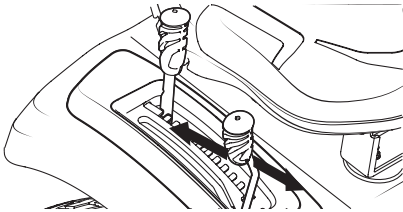

Figura 29
2. Empuje la palanca PTO (enganche de cuchillas) hacia adelante hasta la posición acoplada (ON). Consulte la Figura 29.